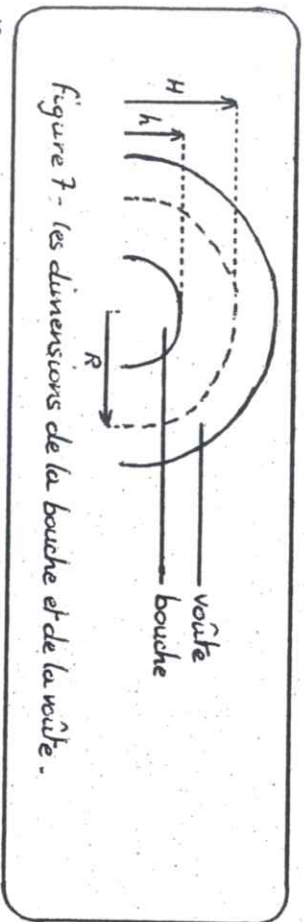

Figure 7 - les dimensions de la bouche et de la voûte.
- La bouche. Trois critères influent sur les dimensions de la bouche (Figure 7), elle doit être :